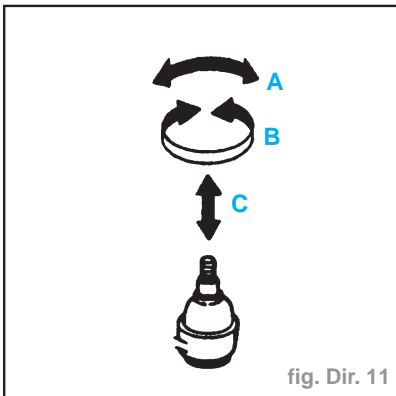

fig. Dir. 11
- Vérifier le jeu des joints. Si la rotule est usée et que le jeu axial est excessif ou que le joint pivote difficilement, remplacer comme un ensemble (fig. Dir. 11) :